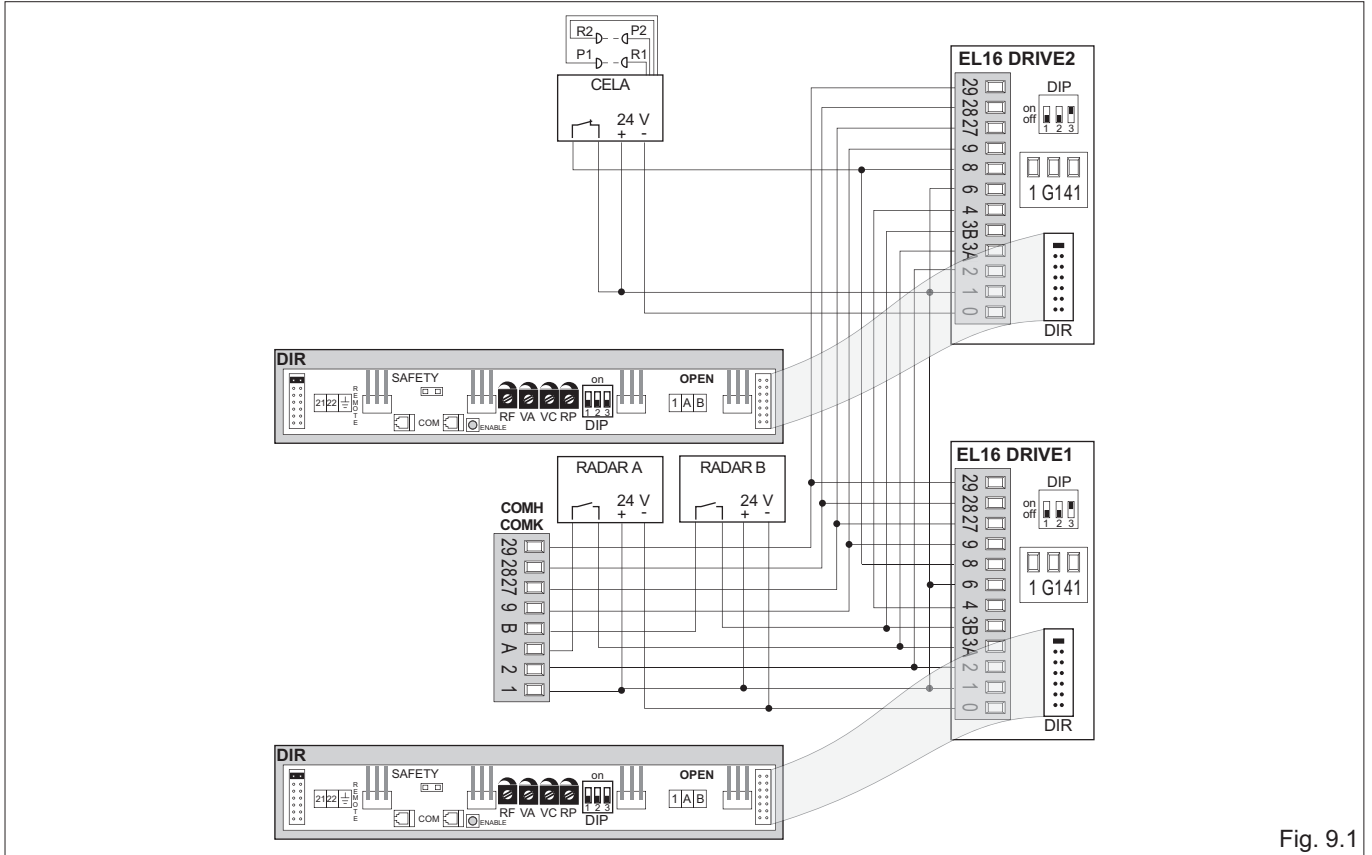
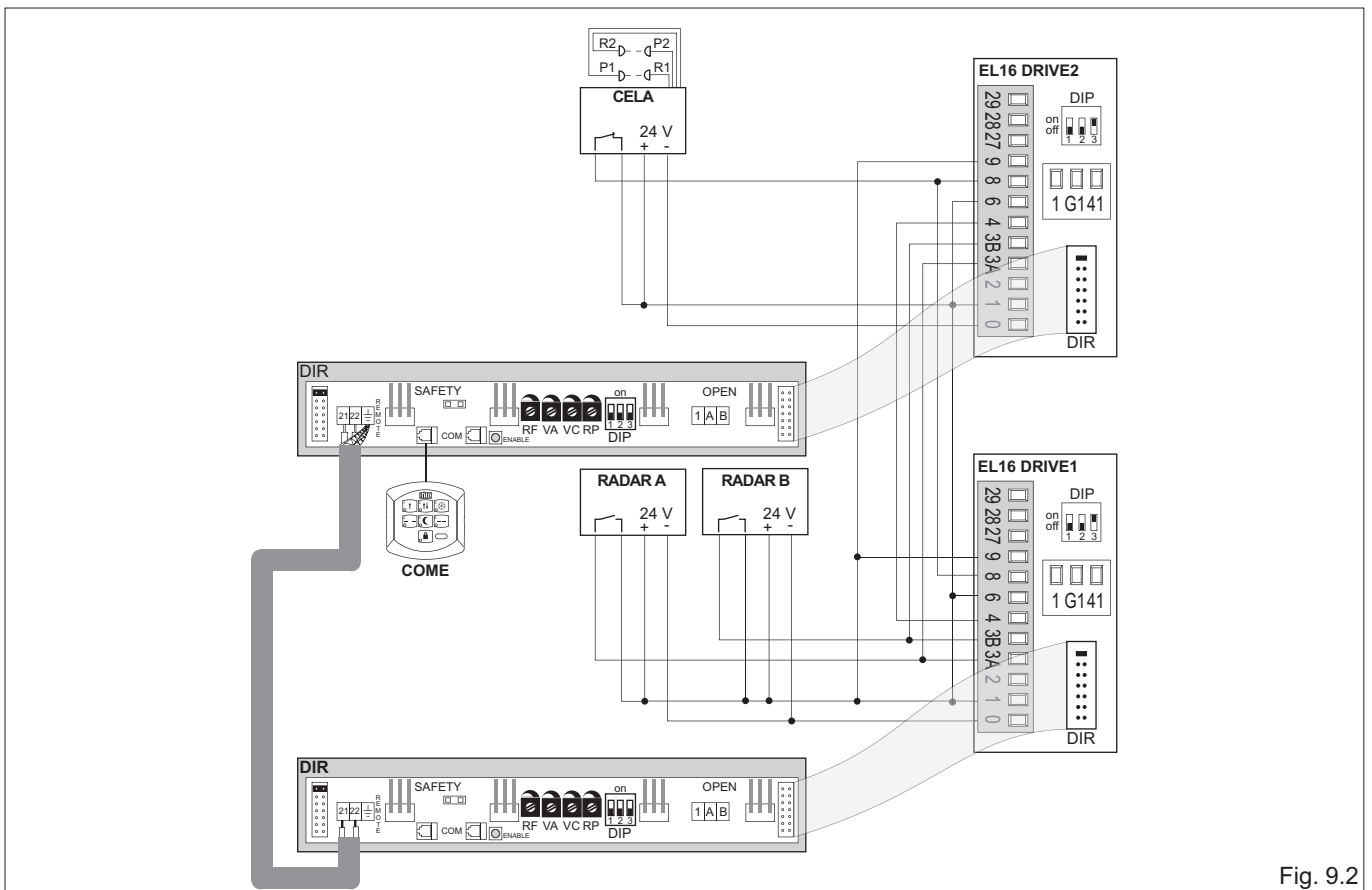

Fig. 9.1
Fig. 9.2
Para comandar duas automações [DRIVE1] e [DRIVE2] em paralelo, configurar DIP3=ON, não ligar o pressador 41 (SAFETY TEST), ligar os dispositivos de segurança nos pressadores 1-6 e 1-8. Fazer referência às ligações indicadas na fig. 9.1 com selector COMH-COMK ou em fig. 9.2 com selector electrónico COME. *N.B.: regular os trimmers de fechamento automático (TC) e de velocidade abre (VA) e fecha (VC) na mesma posição em ambas as automações, de modo de obter a abertura e o fechamento contemporâneos das portinholas.*